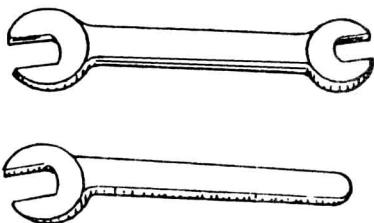

图 1-4 开口扳手
(1) 开口扳手。它用来拆装一般标准规格的螺母或螺栓，种类有单头和双头两种(图 1-4)。这种扳手使用方便，可以直接插入或上下套入螺母或螺栓头部上，可以承受较大的扭力。